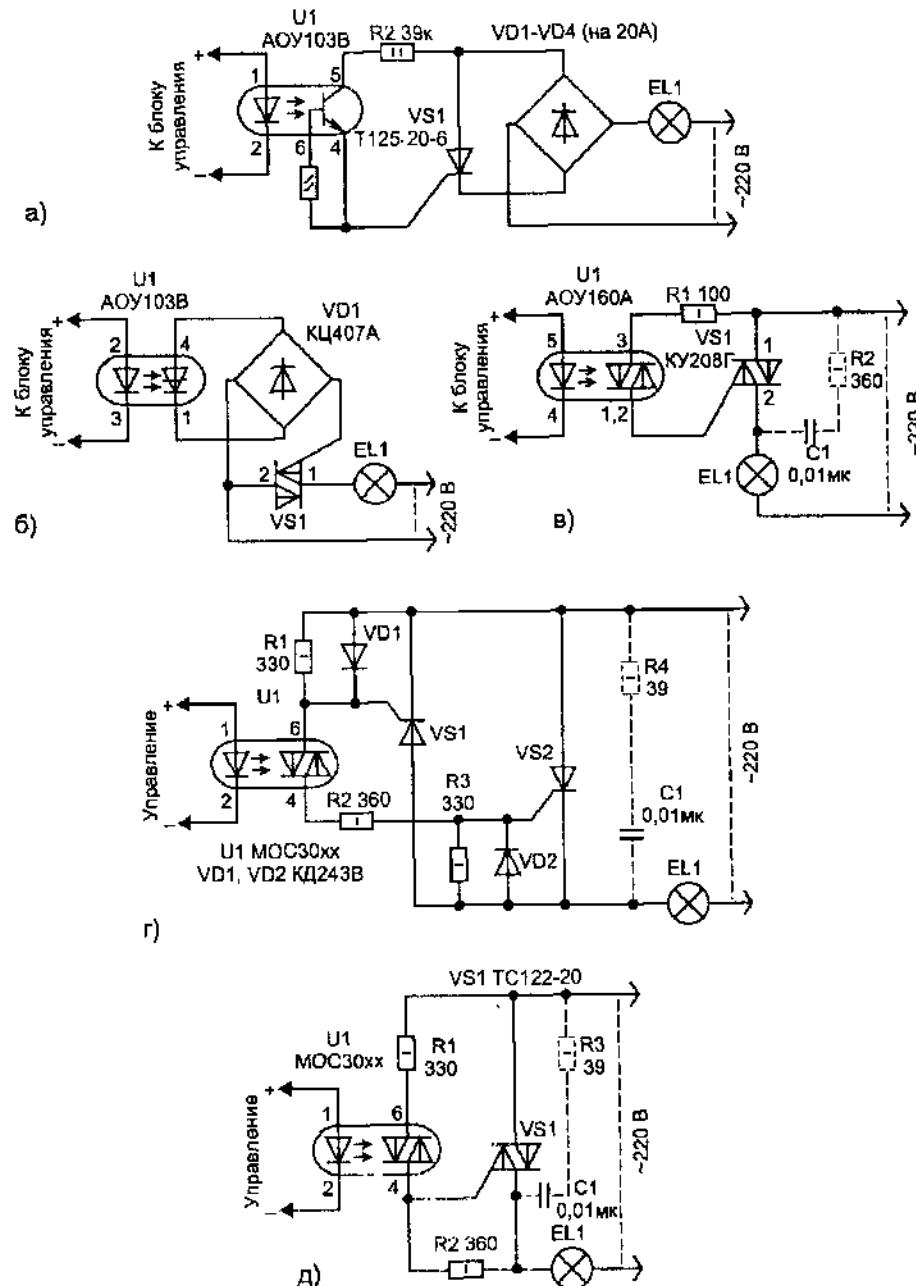

Рис. 1.3. Схемы на основе оптопар для управления сетевой нагрузкой
3) элементарных оптопарах (транзисторные, тиристорные и симисторные) для управления силовыми тиристорами или симисторами, как это показано на рис. 1.3, а—д. В качестве нагрузки везде показана лампа EL1, хотя вместо нее может быть включена обмотка нагревателя, электромотора или трансформатора. Благодаря малому току управления (5...15 мА — ток может быть импульсным), высокой надежности и небольшой цене эти схемы очень широко применяются в радиоаппаратуре;